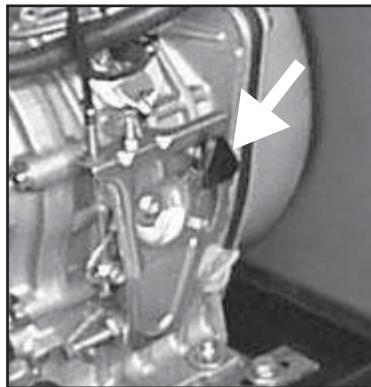

Fig. 7
- 2) Versões Motor Yanmar: Colocar o comando do acelerador, situado NÃO motor (ver fig. 7) para cima; aguardar o completo desligamento do motor, colocar novamente a chave na posição "OFF".